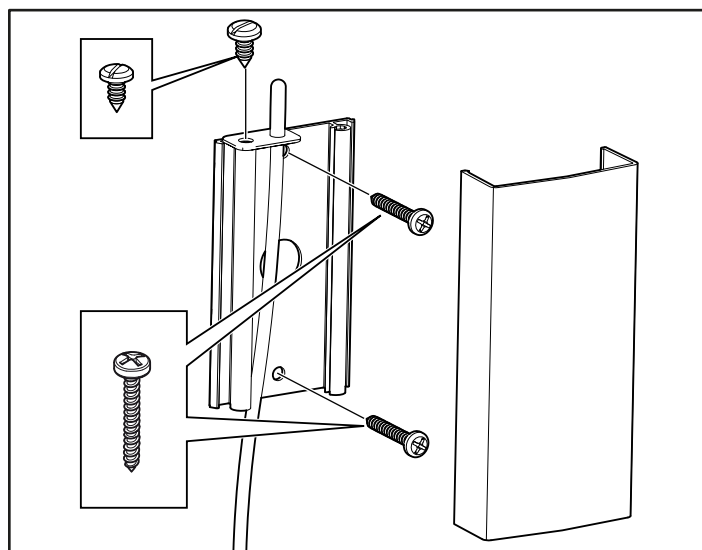
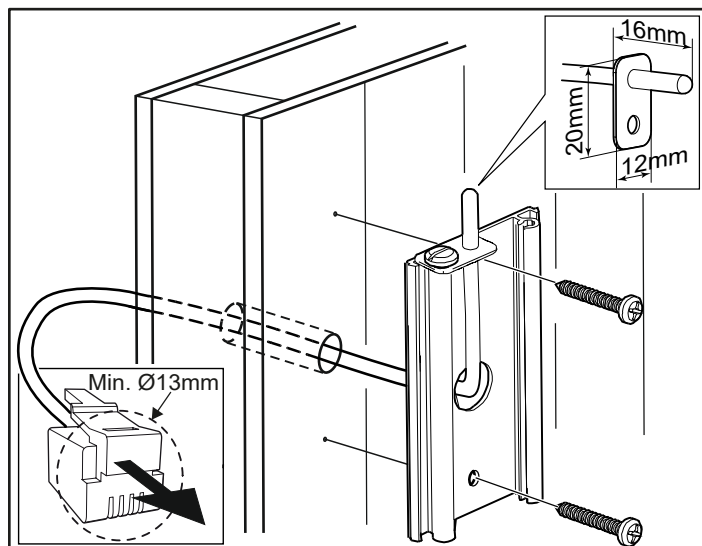
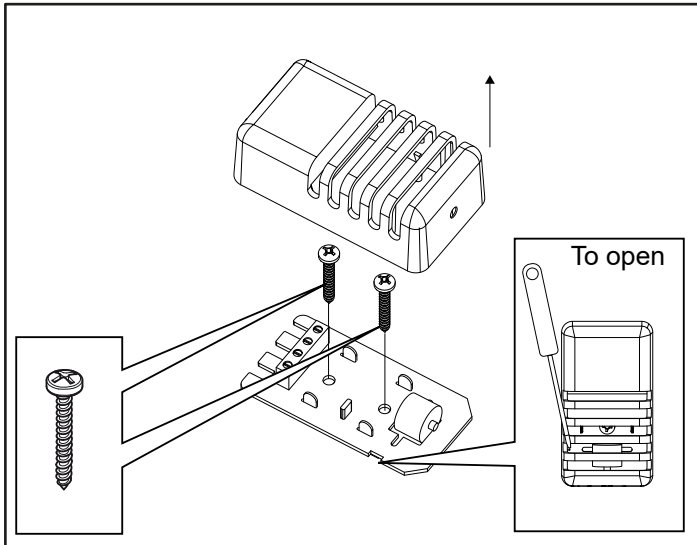
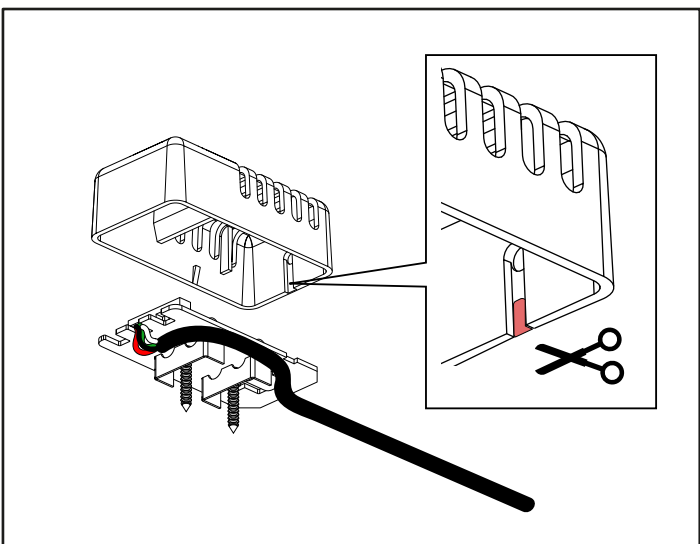

Abbildung 11: Montage des Sensors
Abbildung 12: Kabelführung durch die Wand.
Abbildung 13: Einbau des Sensors, Doppel heizungen
Abbildung 15: Sichtbare Verlegung an der Wand, Öffnung in die Abdeckung schneiden.
- 8A. Montieren Sie den Sensor an der Wand (siehe Abb. 11). Das Thermistorkabel kann ebenfalls durch die Wand geführt werden. Dichten Sie hinter dem Sensor befindliche Löcher in der Wand ab (siehe Abbildung 12). Außerhalb der Sauna kann das Thermistorkabel mit einem Niederspannungskabel (2-adrig) verlängert werden.
8B. Installieren Sie den Sensor an der Wand, (Doppel heizungen), siehe Abbildung 13. Das Thermistorkabel kann auch durch die Wand geführt werden. Verschließen Sie alle Löcher in der Wand hinter dem Sensor, siehe Abbildung 12. Das Thermistorkabel kann mit einem Niederspannungskabel (4-adrig) außerhalb der Sauna verlängert werden. Wenn Sie das Kabel innerhalb der Sauna verlegen möchten, siehe Abbildung 15.